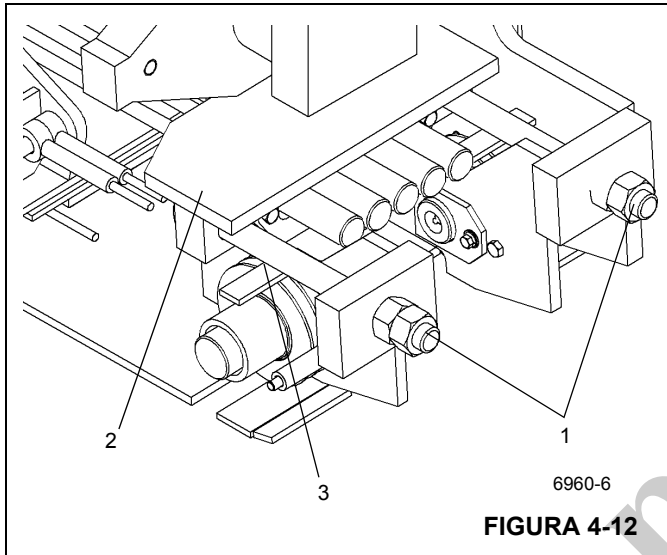

FIGURA 4-12
14. Saque los dos pernos de ajuste (1) del miembro soldado del carruaje del cable de extensión (2) Figura 4-12.
15. Saque los dos pernos que fijan la placa retenedora (3) a la parte inferior del carruaje y retírela de los extremos de los cables Figura 4-12.